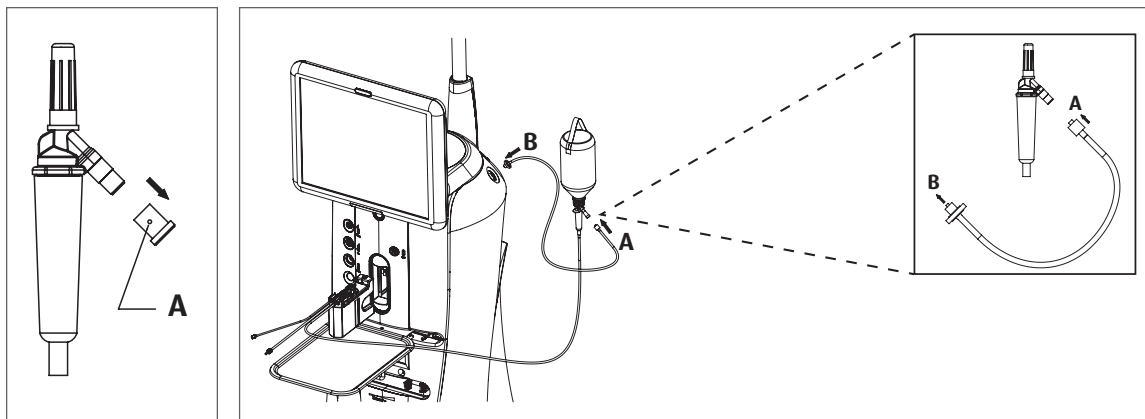

Figura 4.29. Configuración de la infusión presurizada.
1. Retire la tapa del filtro (A) del puerto de ventilación del perforador del frasco que se incluye en el pack desechable del sistema como se muestra en la Figura 4.29.
2. Conecte el conector macho de la línea de tubos de aire al puerto de ventilación del perforador del frasco (A) como se muestra en la Figura 4.29.
3. Conecte el filtro de los tubos de aire al suministro de aire del Vision Enhancement System (B) como se muestra en Figura 4.29.